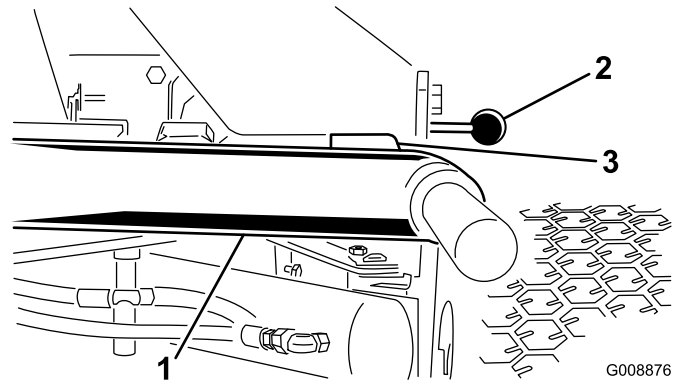

Figure 25
1. Mettez le moteur en marche, élevez les bras de relevage et vérifiez qu'un espace de 5 à 8 mm sépare chaque bras de relevage du support de la plaque de plancher (Figure 25).